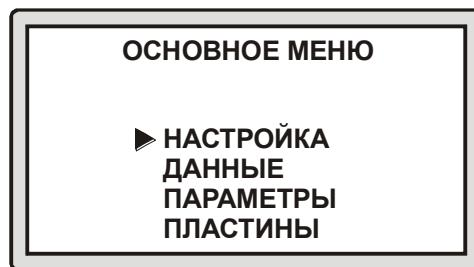

Рис. 7. Основное меню структуроскопа магнитного МС-10
7.1.1 Для входа в основное меню структуроскопа необходимо нажать кнопку «». Внешний вид экрана основного меню приведен на рис.7.